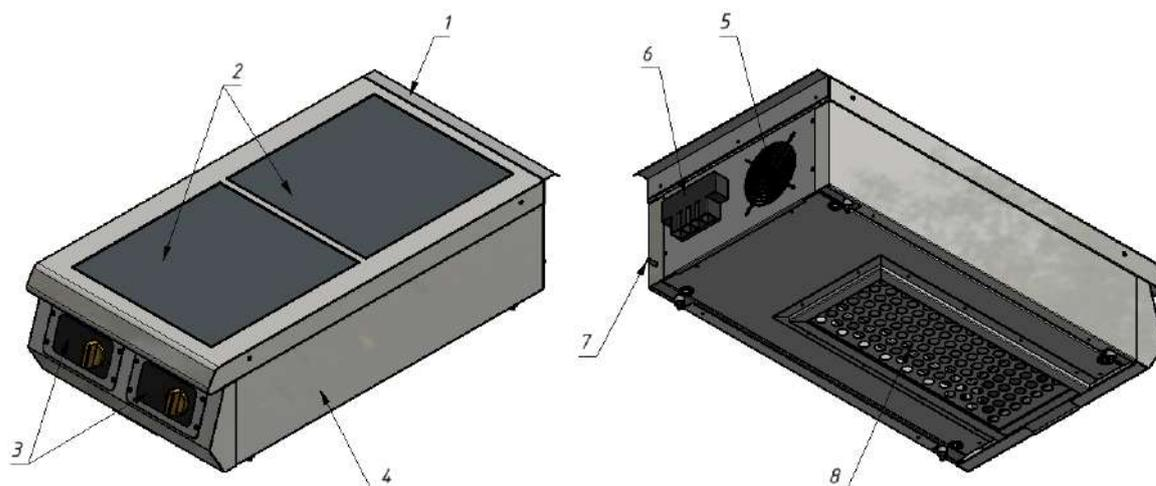

Рисунок 3 – Устройство плиты Ф2ИП/800
10.9. С помощью пылесоса удалите грязь из вентиляционных отверстий (рис.3, поз.5).
10.11. **ВНИМАНИЕ!** В нижней части плиты установлен съемный жироловитель системы вентиляции (рис. 3, поз. 8). **Эксплуатация плиты без данного фильтра ЗАПРЕЩЕНА!** Необходимо регулярно осуществлять чистку жироловителя через каждые 240 часов работы плиты. Чистить фильтр необходимо в посудомоечной машине или в горячей воде с использованием моющих средств, разлагающих жиры и масла. После мойки просушите фильтр и установите на место в нижней части плиты.